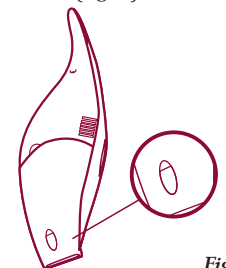

Fig. 9
- Verifique com frequência o nível de líquido no depósito: a janela própria no fundo do depósito mostra ao utilizador a quantidade de líquido aspirada. Mantenha o aparelho vertical, com a boca voltada para baixo. (fig. 9)